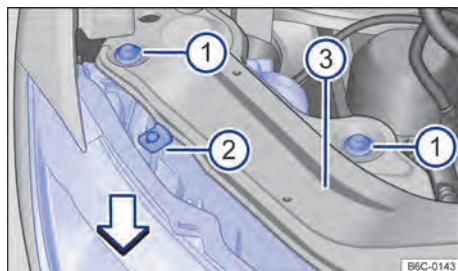

Fig. 136 No compartimento do motor: parafusos de fixação do farol dianteiro.
- Remover os parafusos de fixação → Fig. 136 **1**
- Mover o farol para frente, no sentido da seta → Fig. 136, até que os dois cliques da parte inferior desencaixem e possibilite a remoção do farol.
- Recolocar o farol cuidadosamente até que os dois cliques inferiores encaixem e o batente superior → Fig. 136 **2** encoste no suporte do farol **3**.